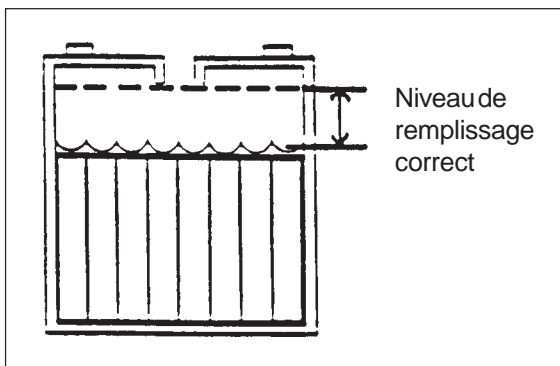

Figure 15B
1. Maintenez un niveau d'acide correct. Le niveau de remplissage requis se situe à environ 6 mm du dessous du bouchon de chaque cellule et au-dessus de la partie supérieure des plaques. Vérifiez le niveau de l'acide chaque fois que vous mettez les batteries en charge. Voir figure 15B.